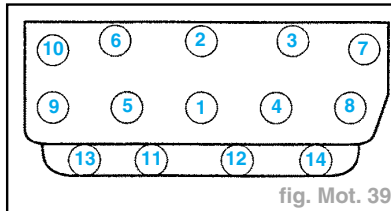

fig. Mot. 39
- Desserrer les boulons/écrous de la culasse dans l'ordre décroissant (ne pas encore les dévisser complètement) (fig. Mot. 39).